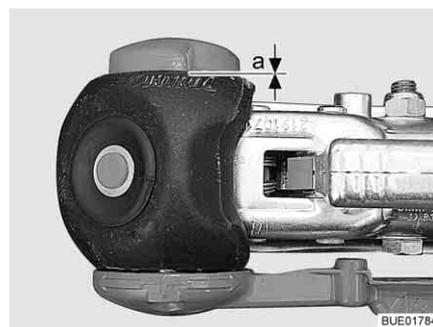

Fig. 209 Controllo usura
- Distanza $a = 0$ (Fig. 209): Controllare guarnizioni di attrito ed ev. sostituirle.